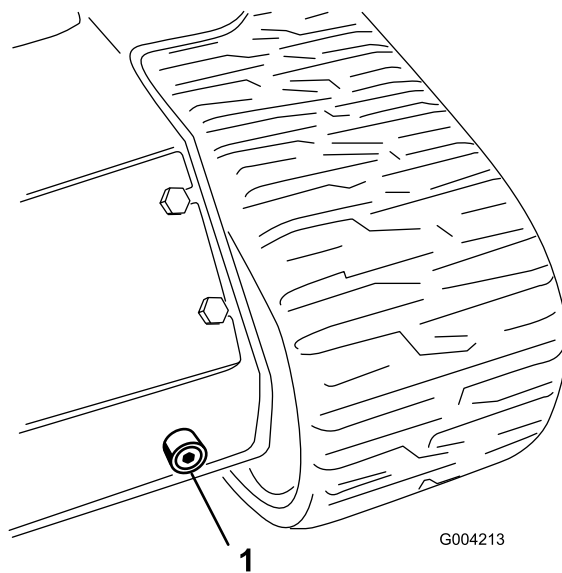

Figura 61
6. Collocare una bacinella di spurgo grande (capacità 56,8 litri) sotto il tappo di spurgo, nella parte anteriore del trattore (Figura 61).
7. Togliere il tappo di spurgo e lasciare defluire l'olio nella bacinella (Figura 61).